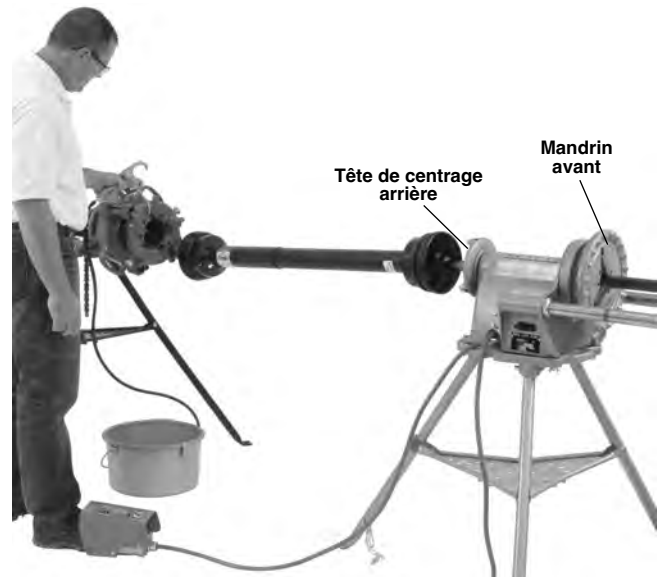

Figure 11 – Le filetage à l'aide de l'arbre de transmission universel
10. Assumez une position de travail appropriée afin de mieux contrôler la machine et le processus de rainurage (Figure 11).